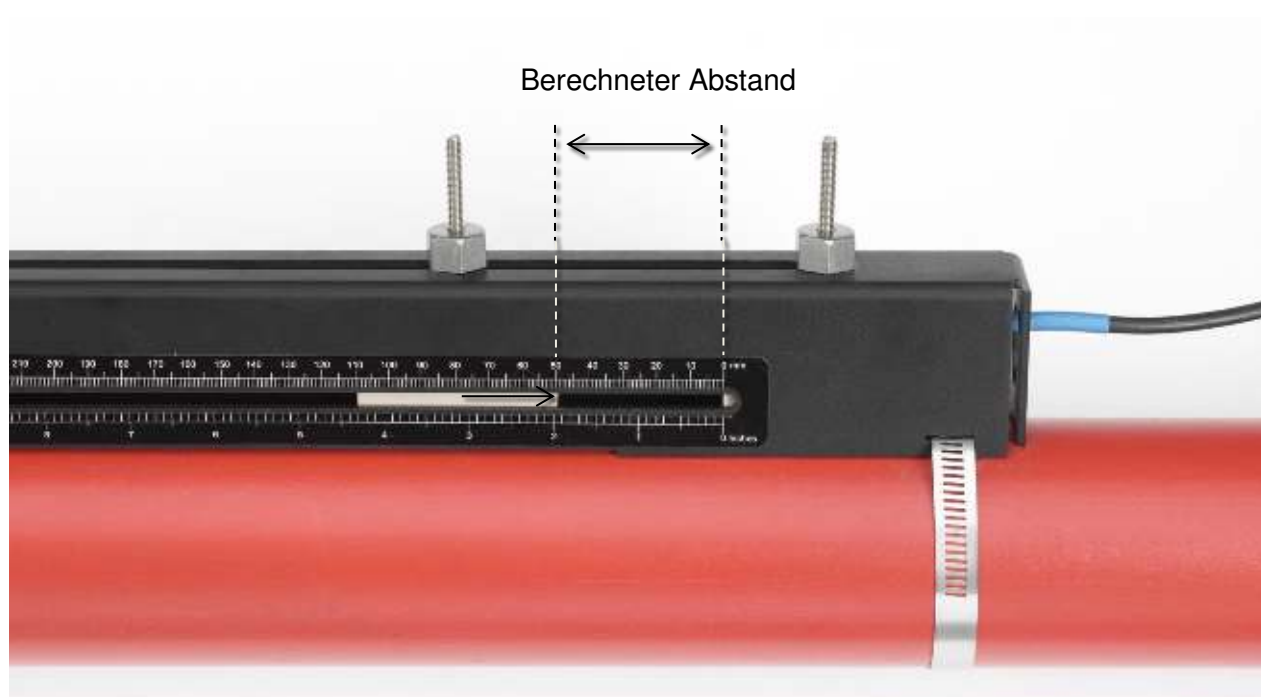

Abbildung 16 Einstellung des Messwandler-Abstands
9. Positionieren Sie den vorgelagerten Messwandler so, dass die Innenseite des Messwandlers auf den erforderlichen Abstand auf dem Lineal eingestellt ist, siehe Abbildung 16.